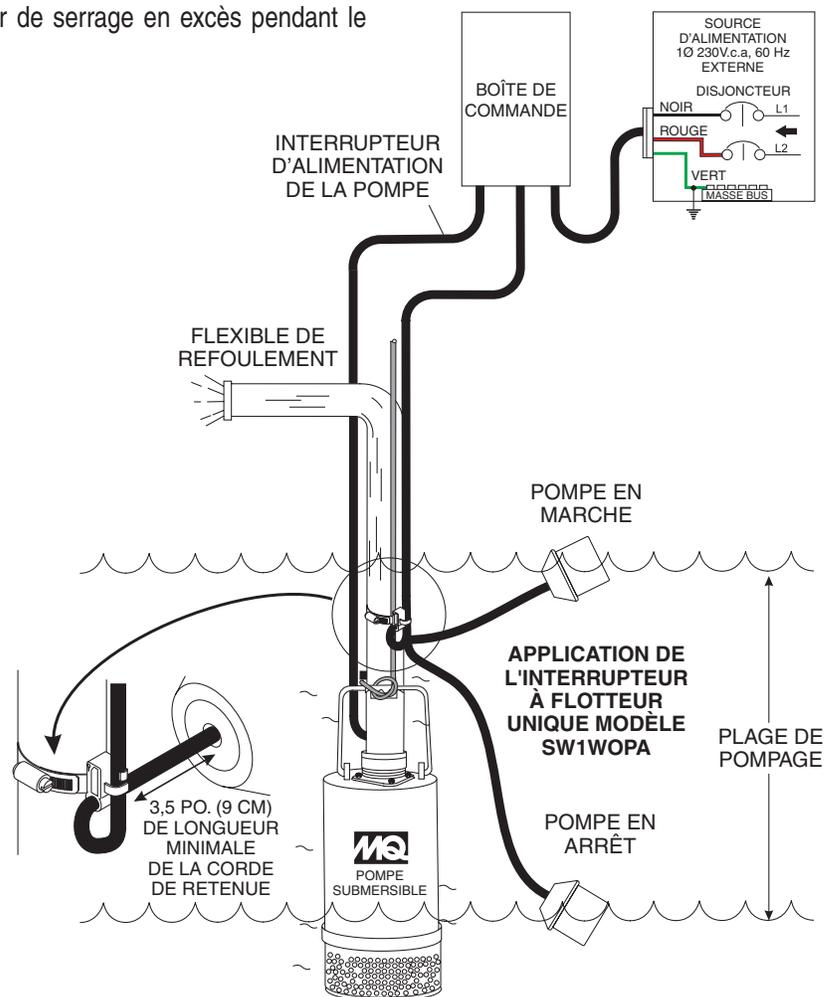

Figure 8. Schéma d'application de l'interrupteur à flotteur unique (2)
2. Placer le cordon dans la pince comme indiqué dans la Figure 8.
3. Fixer la pince au flexible de refoulement comme indiqué dans Figure 8. **NE PAS** installer le cordon sous le collier de serrage.
1. Connecter un flexible de 3 pouces au port de refoulement de la pompe, comme indiqué dans la Figure 8. S'assurer que le flexible est correctement raccordé au port de refoulement.
- Déterminer la longueur de la corde de retenue de l'interrupteur à flotteur, puis les fixer au flexible de refoulement de la pompe. Voir la Figure 8 et le Tableau 3 pour déterminer la plage de pompage.
- Connecter le cordon d'alimentation de la pompe à l'unité de surcharge thermique et à TB1 comme indiqué aux Figures 8, 9 et au Tableau 7.